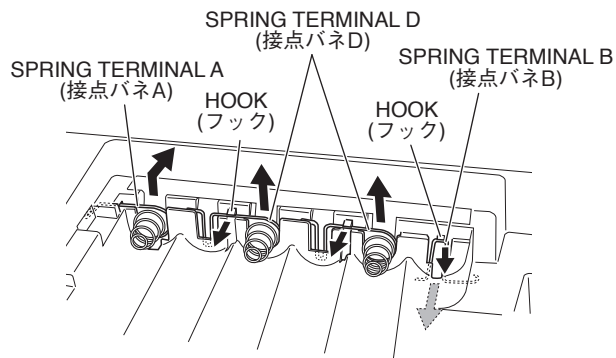
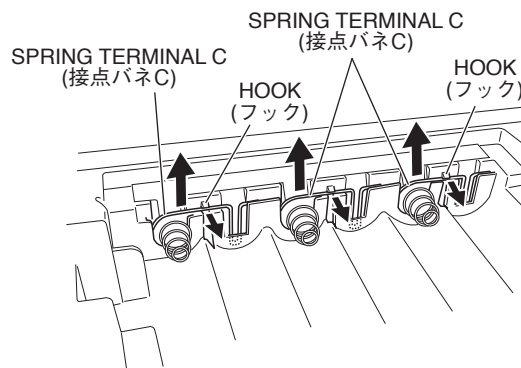

Fig.12 (図 12)
Fig.13 (図 13)
- 15-1-6 Lift the spring terminal A a little and slide it in the upper right direction to remove it. (Fig.12)
- 15-1-7 Remove the hook for the spring terminal B to pull it out from inside. (Fig.12)
- 15-2-2 Remove the hooks to pull out the spring terminal C and spring terminal D. (Fig.12, Fig.13)
- 15-1-6 接点バネ A は、上に少し引き上げ、右上にスライドして外します。(図 12)
- 15-1-7 接点バネ B は、フックを外して、内側から引き出します。(図 12)
- 15-2-2 フックを外して、接点バネ C、接点バネ D を引き出します。(図 12、図 13)